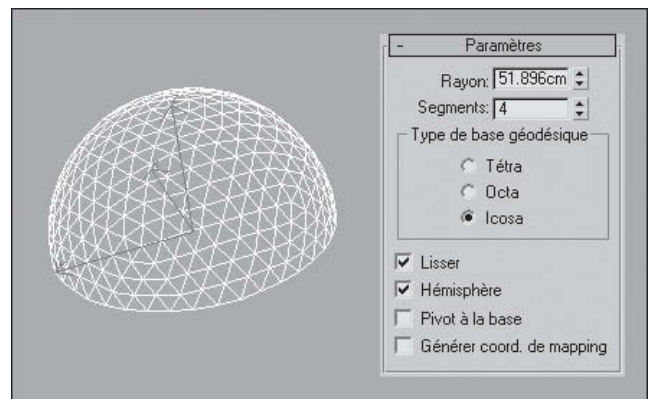

Fig.2.38
- 2] Dans le panneau déroulant **Paramètres**, activez l'option **Hémisphère**. La géosphère est convertie en hémisphère (fig.2.38).